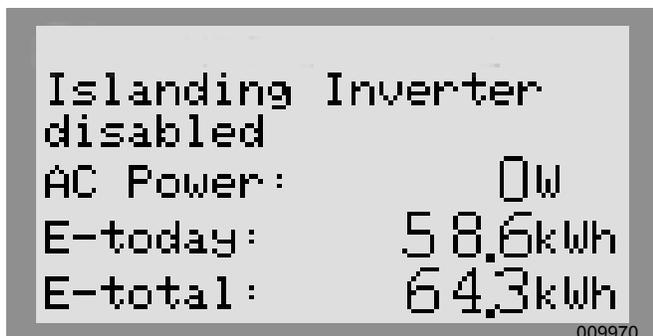

Figure 3-8. Activer et désactiver des dispositifs (1 sur 3)
2. Voir la **Figure 3-8**. Vérifier que le dispositif est bien désactivé (disabled).